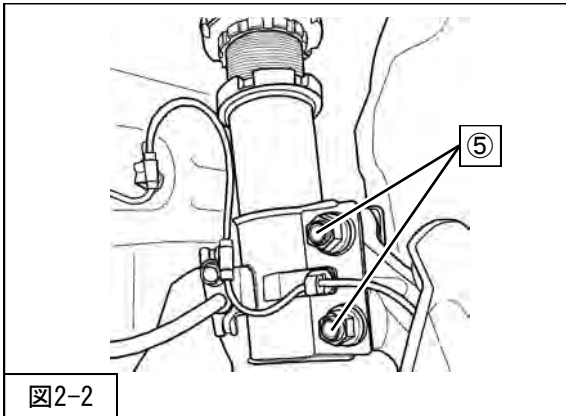

図2-2
2. ⑤フロントサスペンションASSYロア取付ボルト・ナットを使用してフロントサスペンションASSY (同梱品)を仮付けしてください。(図2-2)